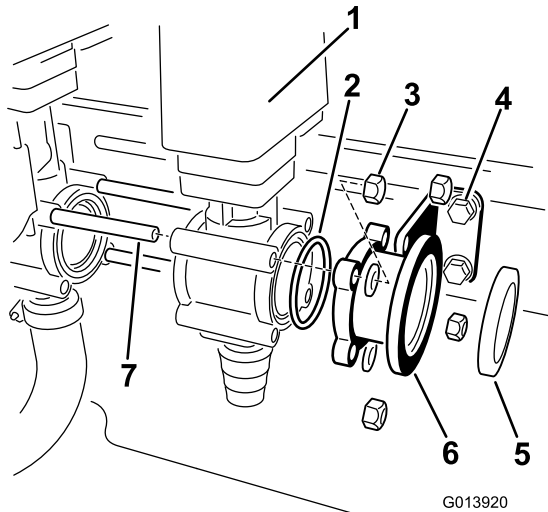

Рисунок 6
8. Установите уплотнительное кольцо из комплекта поставки на открытую сторону клапана эдуктора (Рисунок 6).